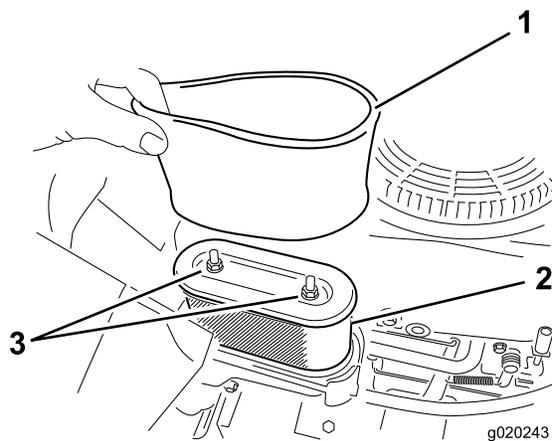

Bild 28
5. Nehmen Sie die zwei Muttern vom Papiereinsatz ab (Bild 28).
6. Nehmen Sie die Schaum- und Papierfiltereinsätze vorsichtig aus dem Luftfiltergehäuse heraus (Bild 28).
1. Setzen Sie den Schaumfilter auf den Papierfilter (Bild 28).